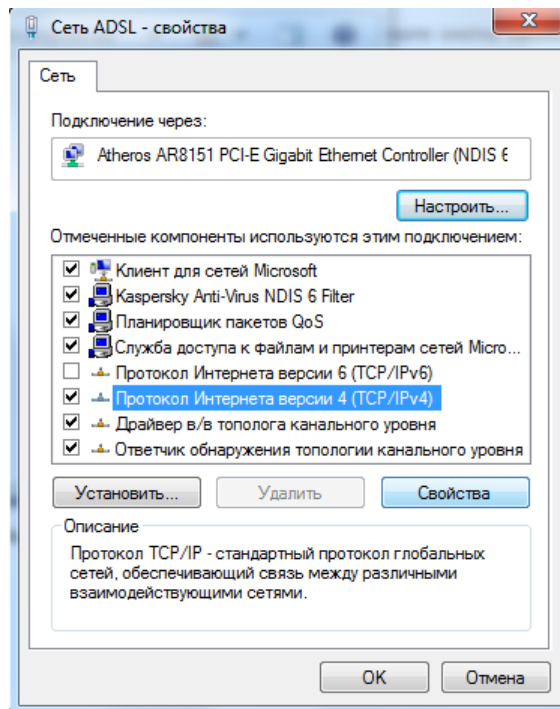

Рис. 2.9. Выбор свойств протокола TCP/IP
2. В открывшемся окне на вкладке *Общие* выделите элемент *Протокол Интернета (TCP/IP)* и нажмите кнопку *Свойства* (рис. 2.9).